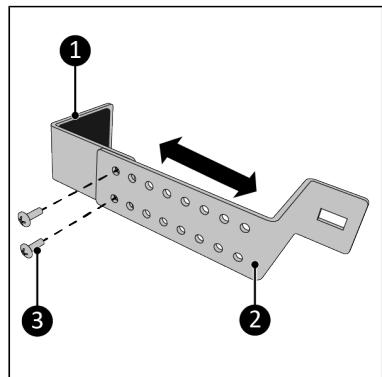

Figure 163.
3. Vissez la partie supérieure (Figure 163, pos. 1) et la partie inférieure (Figure 163, pos. 2) ensemble au moyen des deux vis M5 x 7 mm (Figure 163, pos. 3). Assurez-vous que la largeur soit légèrement supérieure à la largeur du cadre de la fenêtre.